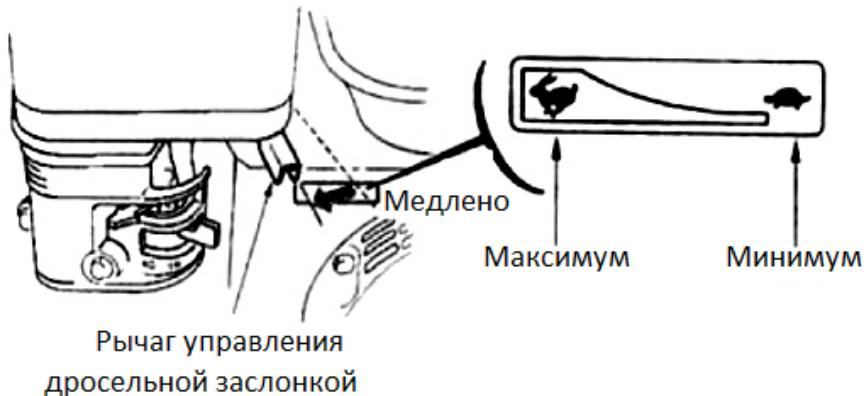

Рисунок 13
- 6.3 Переведите дроссельный рычаг из положения МЕДЛЕННО, около 1/3 от всего движения рычага по направлению к положению БЫСТРО (рисунок 13)